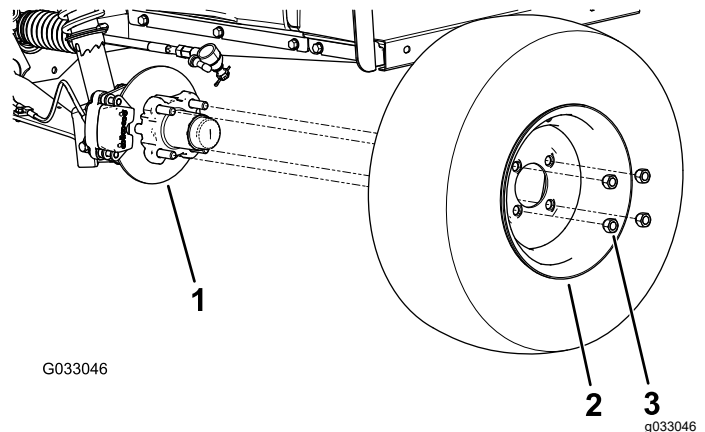

Figura 22
2. Retire as 4 porcas de rodas que prendem a roda ao cubo (Figura 22).
4. Alinhe os orifícios na roda com os pinos do cubo e monte a roda no cubo com a haste da válvula para fora (**Figura 22**).
5. Prenda a roda ao cubo utilizando as porcas das rodas (**Figura 22**).